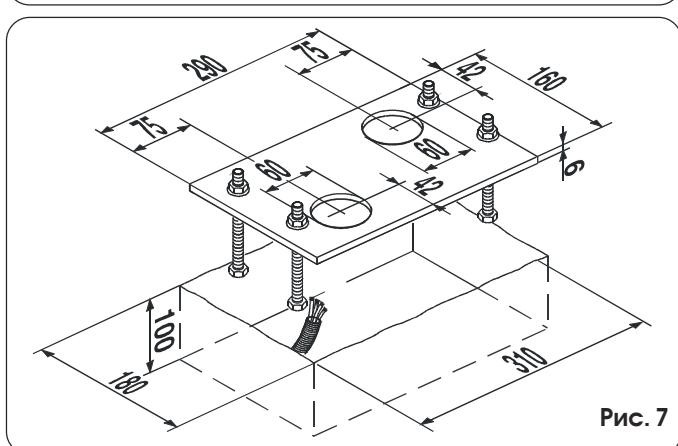

Рис. 7
- 3) Выполните фундамент, как показано на рис. 7, и установите монтажную пластину, предусмотрев один или несколько каналов для прокладки электрических кабелей. С помощью строительного уровня проверьте, насколько ровно установлена пластина. Подождите, пока цемент не затвердеет.